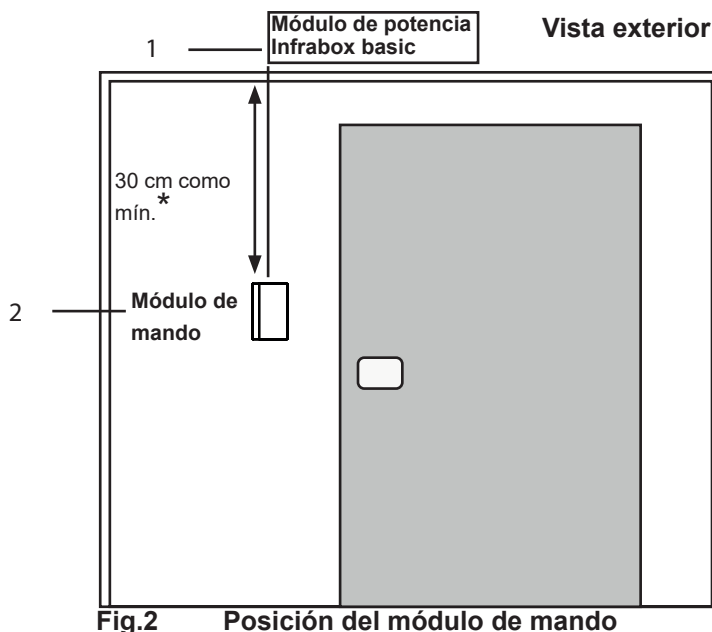

Fig.2 Posición del módulo de mando
El módulo de mando 2 del control de infrarrojos se monta en la pared exterior de la cabina a una distancia máxima de 10 metros con respecto al módulo de potencia 1 (véase la Fig. 2). Para el montaje se necesita, por ejemplo, una sierra de calar convencional, con la que se abrirá el hueco necesario para el módulo de mando. El módulo de mando se puede montar tanto dentro de la cabina como fuera de ella.
* Si se monta dentro de una cabina de sauna, se debe respetar una distancia mínima de 30 cm con respecto al techo de la cabina (véase Fig.2 Posición del panel de control en la página 12).